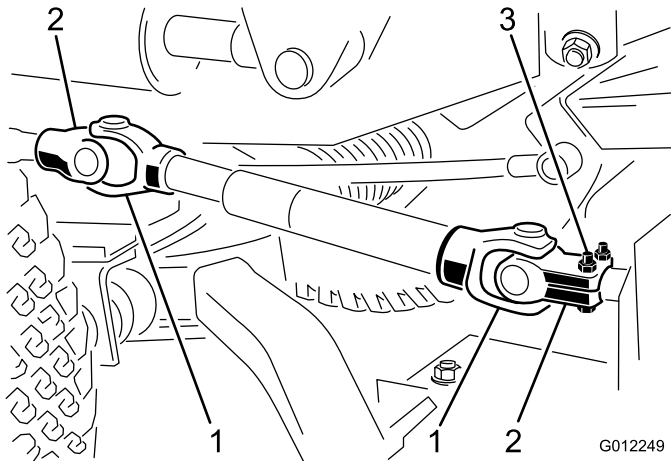

Figure 11
2. Glissez la chape sur l'arbre et fixez-les ensemble avec une goupille cylindrique, 2 vis à tête (5/16 x 1-3/4 po) et 2 contre-écrous (5/16 po) (Figure 11).